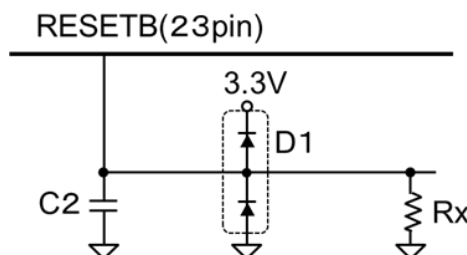

Figure 2-3 RESETB 端子外付け回路例
- RESETB 端子の外付け回路例を Figure 2-3 に、その回路定数例を Table 2-3 に示します。